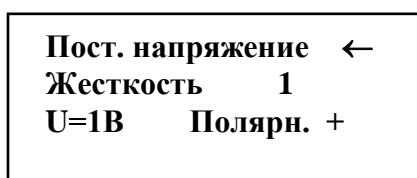

Рисунок 6
2.3.3.7 В режиме «**Постоянное напряжение/Длительные помехи**» на дисплее появляется меню (см. рисунок 6), в котором можно задать степень жёсткости испытаний (1 – 4) и полярность выходного напряжения. В третьей строке дисплея индицируется величина испытательного напряжения, соответствующая выбранной степени жёсткости и его полярность.